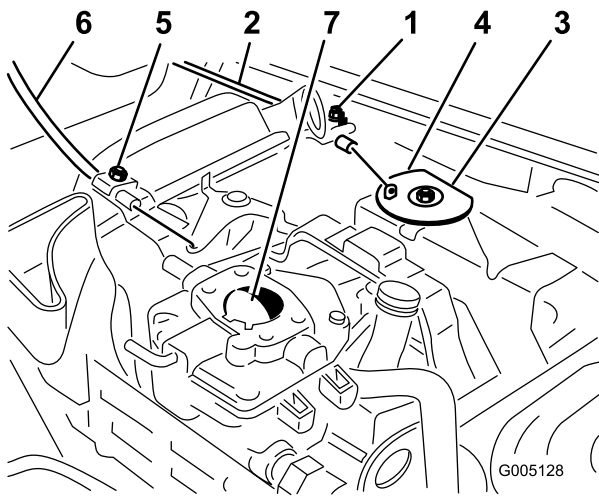

Figura 47
1. Afloje el tornillo de la abrazadera que fija el cable al motor (Figura 47).
- Tire firmemente del cable del acelerador hasta que la parte trasera del pivote entre en contacto con el tope (Figura 47).
- Afloje el tornillo de la abrazadera que fija el cable al motor (Figura 47).
- Tire firmemente del cable del estarter hasta que la palomilla esté cerrada del todo, luego apriete el tornillo de la abrazadera (Figura 47).